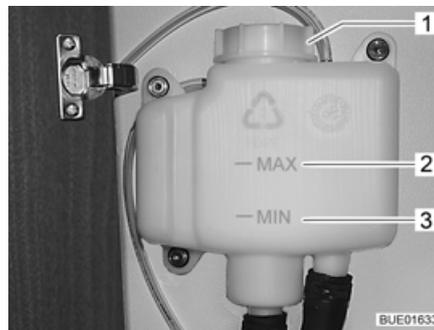

Bild 212 Ausgleichsbehälter ohne Blende
- Prüfen, ob am Ausgleichsbehälter (Bild 212) die Flüssigkeit zwischen der Markierung "MIN" (Bild 212,3) und "MAX" (Bild 212,2) steht.
- Am Ausgleichsbehälter den Drehverschluss (Bild 212,1) aufdrehen.